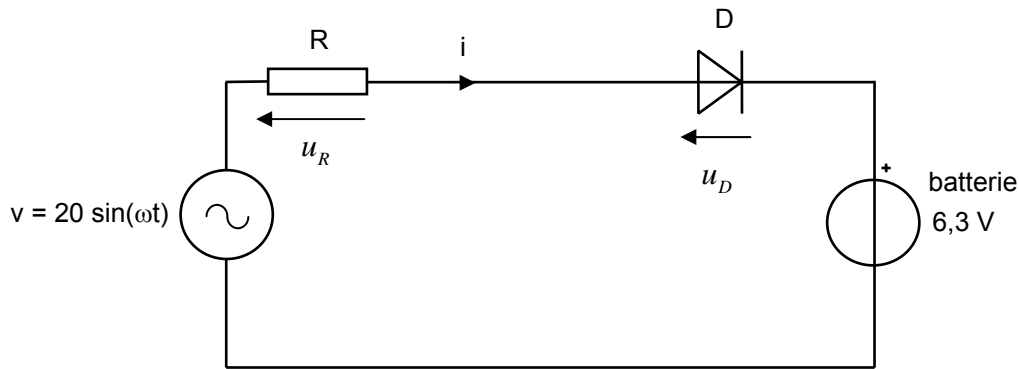

Figure 52
9. Le schéma de la Figure 52 représente un chargeur de batterie :